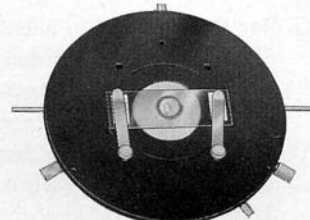

Bild 9
4.1 Runder, dreh- und zentrierbarer Gleittisch (Bild 9)